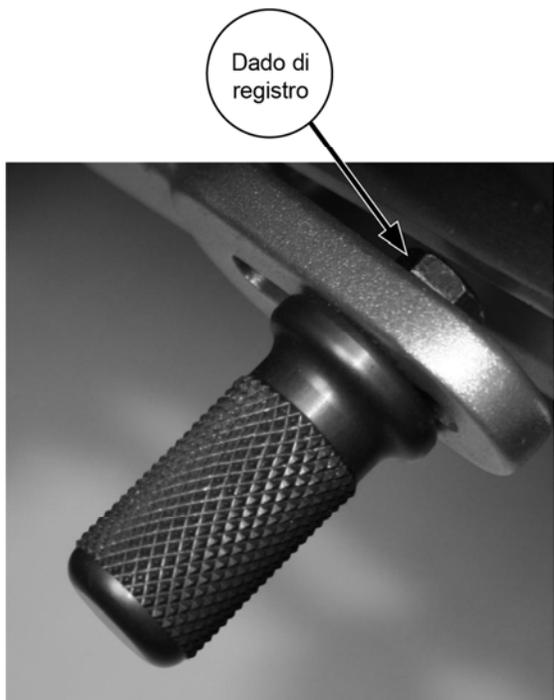

Figura 13. Regolazione della pedana di appoggio del piede.
1. Vedere la figura 13. Allentare la viteria di fissaggio della pedana.